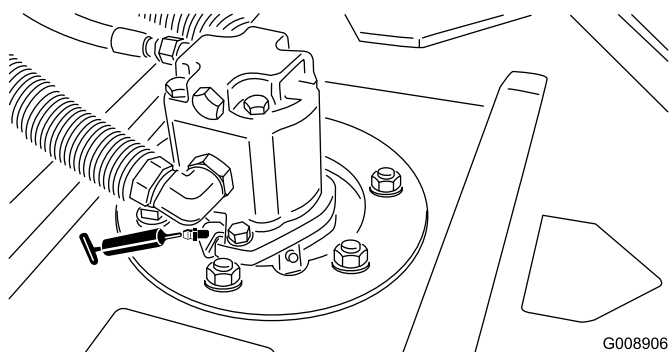

図 42
- ・ カuttingユニットのスピンドルシャフトのベアリング (各カuttingユニットに1ヶ所) (図 42)